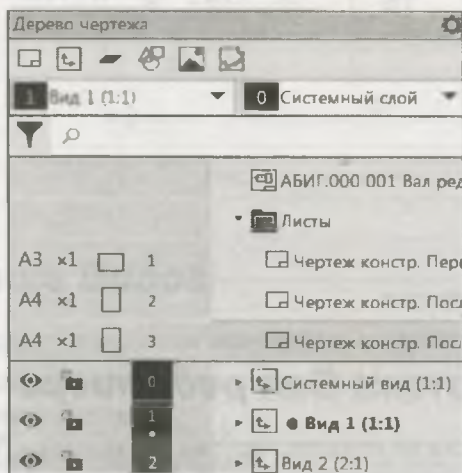

Рис. 14.1. Дерево чертежа
Основной документ управления листами чертежа — **Дерево чертежа**, которое отображает его структуру и позволяет работать с составляющими его объектами: листами, видами, слоями и вставками (фрагментов, рисунков). Объекты появляются в **Дереве** автоматически после их создания. На рис. 14.1 представлено **Дерево чертежа** Вал редуктора.
- ◆ изменение формата чертежа — щелкните ЛК мыши по пиктограмме **A3**, появится окно с форматами (см. рис. 14.1). Выберите, например, A2 — масштаб формата чертежа изменился;